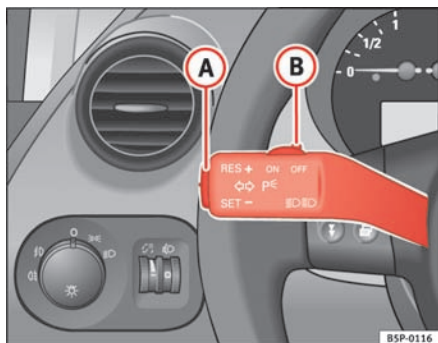

Fig. 141 Blink- og fjernlysarm: kontakt og vippeknop til fartpilot
- Tryk på den øverste del af vippeknappen, **RES+** ⇒ fig. 141 (A), for at indstille en højere hastighed. Bilen accelererer, så længe du holder vippeknappen inde. Når du slipper knappen, bliver den nye hastighed gemt.
Hvis du reducerer hastigheden ved at træde på bremsepedalen, bliver fartpiloten deaktiveret. Du kan aktivere fartpiloten igen ved at trykke en enkelt gang på den øverste del af vippeknappen, **RES+** ⇒ fig. 141 (A).